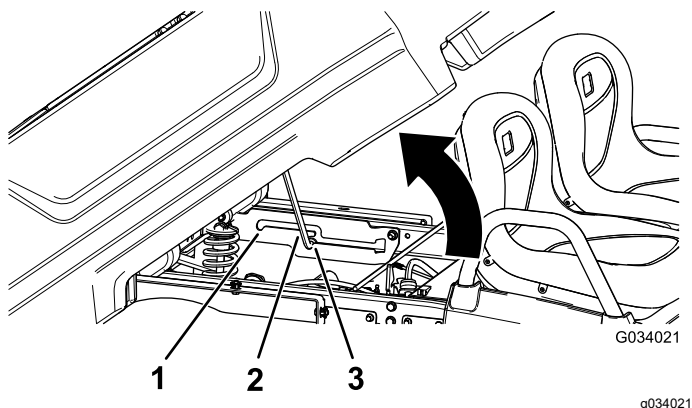

Figura 16
2. Trageți tija de susinere în fanta de declanșare a poziției de descărcare pentru a fixa platforma pentru descărcare (Figura 16).
2. Trageți tija de susținere în fanta de declanșare a poziției de service pentru a fixa platforma pentru lucrări de întreținere (Figura 16).
2. Scoateți tija de susținere din fanta de declanșare (Figura 16).